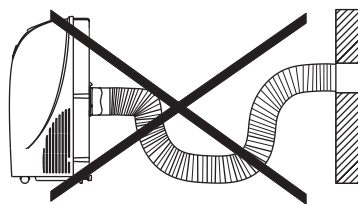

Рис. 10
**Важно: на воздуховоде не должно быть изгибов и петель (см. рис. 10).**